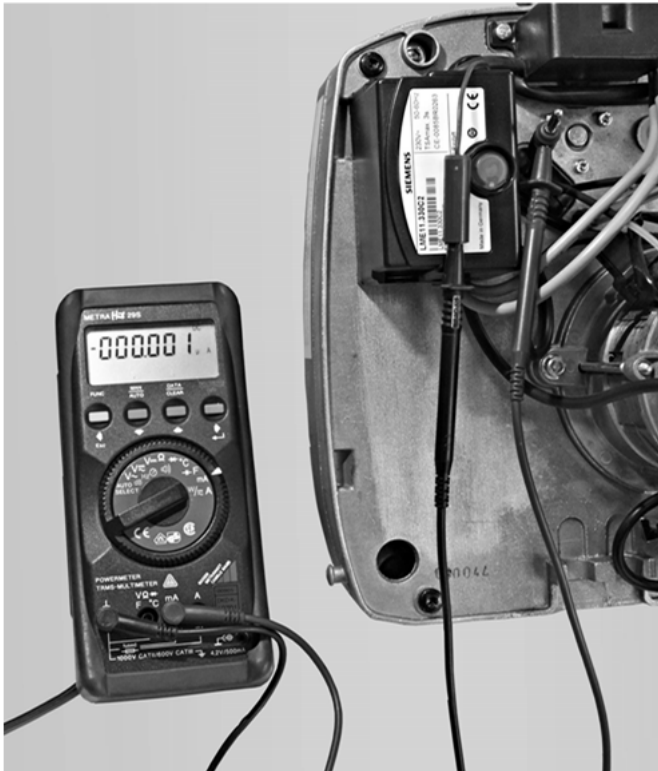

Abb. 21: Angeschlossene Messkabel des Multimeters
- ➔ Schließen Sie die zwei Messkabel des Multimeters gem. Abb. 21 an.